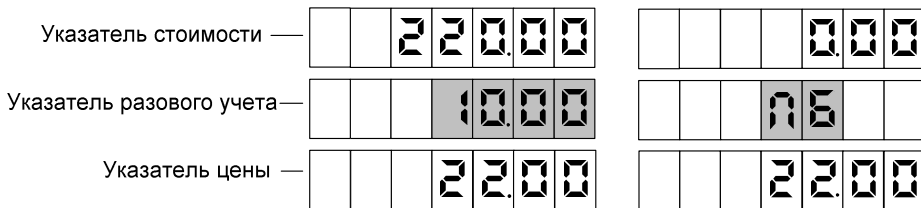

Рисунок 6
9.2 Для выдачи топлива необходимо задать дозу с системы управления. Когда устройство будет готово к отпуску топлива, в средней строке табло мигающими символами отобразится величина *заданной* дозы, а в случае отпуска "до полного бака" – символы "ПБ" (рисунок 6). Это дает клиенту удобный способ определить, когда можно начать за-правку, а также убедиться, что задано именно то количество топлива, которое он заказывал. Для запуска налива необходимо снять раздаточ-ный кран или подать команду "Пуск" с системы управления, после чего значения стоимости и объема на табло обнуляются. С этих пор на табло отображается *отпущенная* на текущий момент доза.